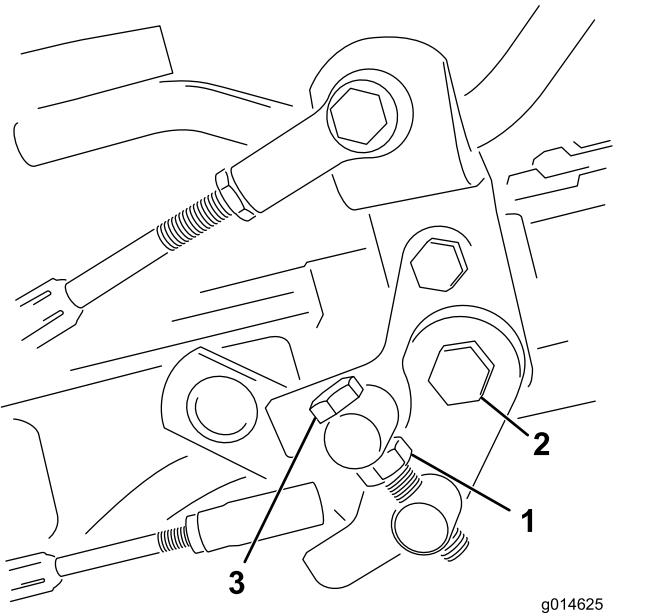

図 48
1. トラニオンボルトのジャムナットをゆるめる図48。
4. トラニオンボルトのジャムナット、およびペダルピボットのナットを締め付けて調整を固定する図48。調整を確認し、必要に応じて再調整する。